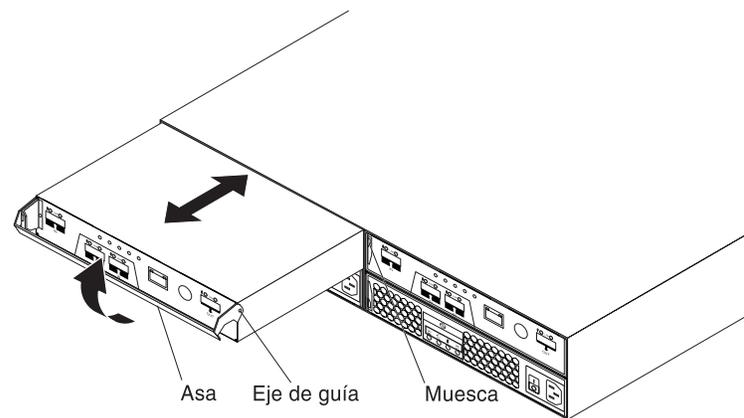

Figura 59. Extracción y sustitución de un controlador
- b. Tire lentamente del asa hacia afuera para extraer el controlador de la bahía, tal como se muestra en la Figura 59.
- b. Asegúrese de que los ejes de guía del lateral del controlador coinciden con las muescas del chasis del DS3400. Consulte la Figura 59 en la página 83.